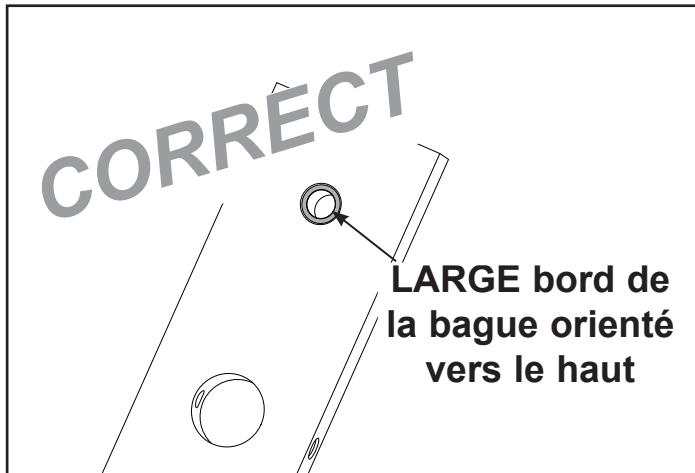

Figure 3A
- M. Alignez précautionneusement la plaque de poids sur les tiges guides et abaissez-la lentement. **REMARQUE** : Lorsque vous installez les plaques de poids, positionnez-les de sorte que les larges bords des bagues soient orientés vers le haut et les bords étroits des bagues soient orientés vers le bas. Reportez-vous aux figures 3A et 3B.